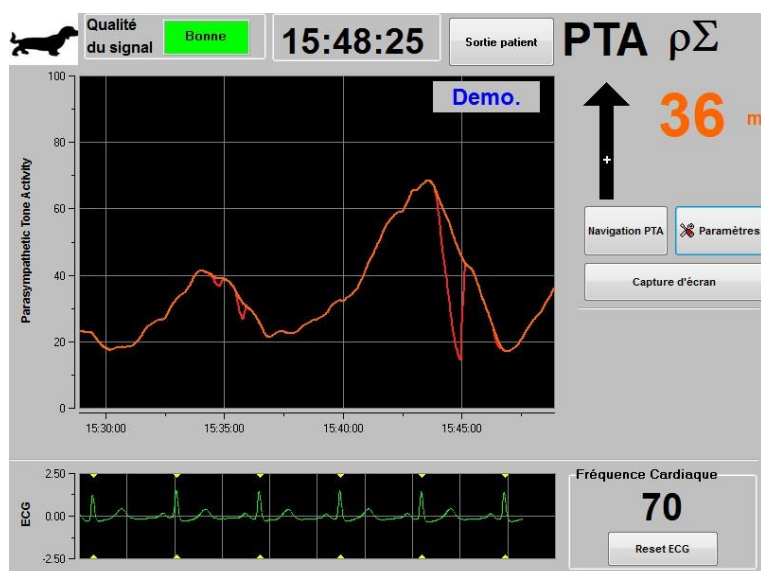

Figure 14
- **Mode « classique »** : pas d'indice Energie, pas de motif respiratoire (figure 14).